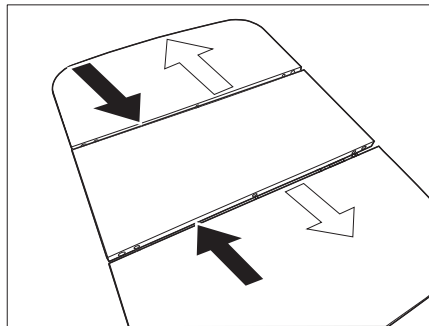

Bild 104 Sänk bordet
- Skjut bordets ytterdelar till mittendelen (Bild 104 - svarta pilar).
- Dra isär bordets ytterdelar (Bild 104 - vita pilar).